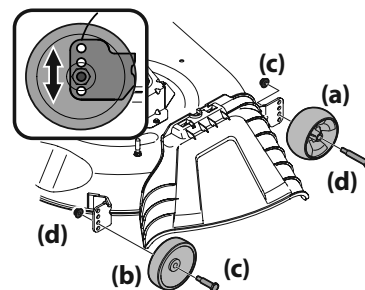

Figura 12
- b. Retire las ruedas delanteras (a) y traseras (b) de la plataforma retirando las tuercas de seguridad con brida (c) y los tornillos con reborde (d) que las sujetan a la plataforma. Consulte la Figura 12.